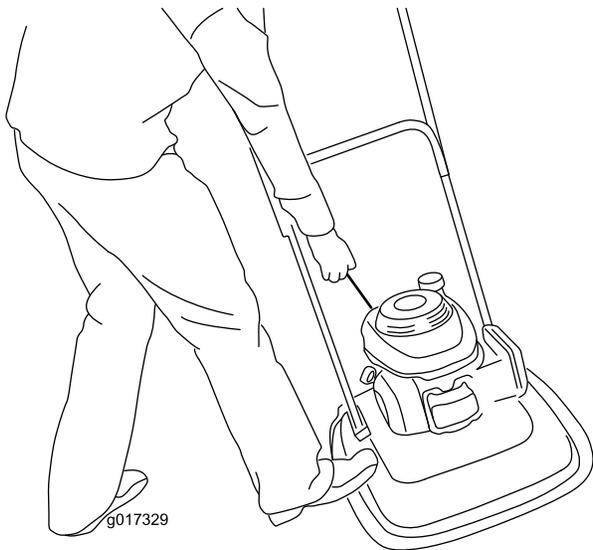

**Рисунок 13**
3. Прижмите штангу контроля присутствия оператора к рукоятке (Рисунок 13).